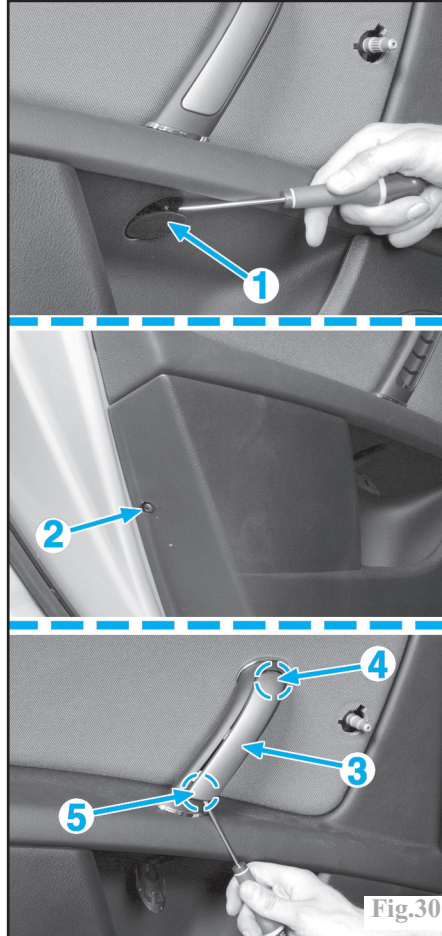

Fig.30
Décliper l'obturateur de la vis de fixation (1) et déposer la vis de fixation (Fig.30).